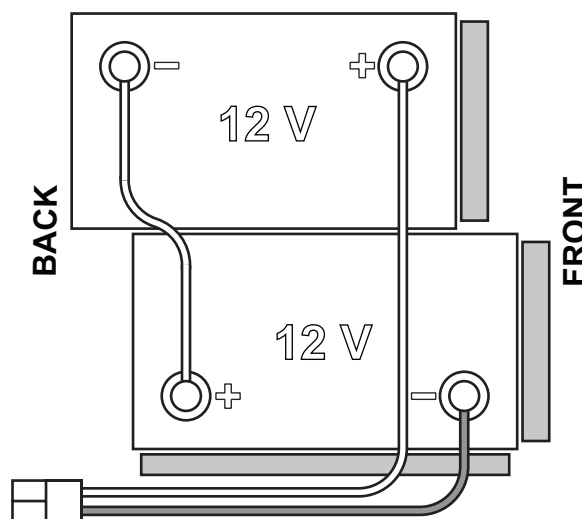

Figure 1
La machine requiert 2 batteries de 12 V, branchées selon le schéma indiqué en Figure 1.
1. Enlever la clé opérateur (51).
2. Débrancher le connecteur (9) des batteries.
3. Ouvrir le couvercle (34) et vérifier si le réservoir de l'eau de récupération (33) est vide. Dans le cas contraire, le vider au moyen du tuyau de vidange (12).
4. Fermer le couvercle (19).
5. Saisir la poignée (16) et soulever le réservoir (33) avec soin.
7. Placer et installer les câbles des batteries comme indiqué dans le schéma de la Figure 1, puis serrer soigneusement l'écrou sur chaque borne de la batterie.
8. Placer le capuchon de protection sur chaque borne, puis brancher le connecteur des batteries (9).
9. Saisir la poignée (16) et baisser le réservoir (33) avec soin.